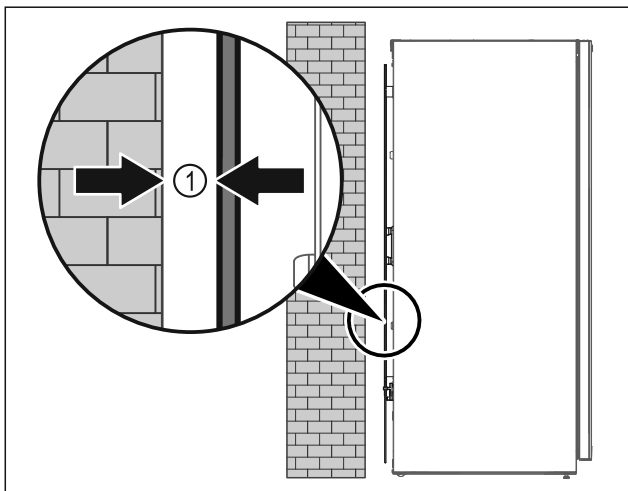

Fig. 37
- ▶ Uređaj je moguće postaviti ili slobodno u prostoriji ili izravno na zid na najmanjoj udaljenosti od 5 mm (Fig. 37 (1)).